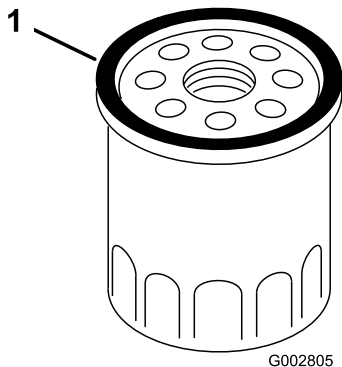

Figure 34
1. Appliquez une fine couche de l'huile spécifiée sur le joint du filtre neuf (Figure 34); voir Spécifications de l'huile moteur \(page 25\).